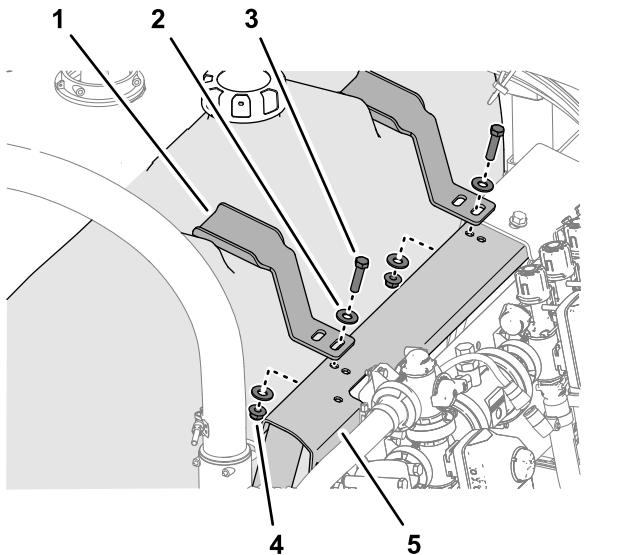

Figura 16
1. Alinee la pletina de sujeción con los limitadores moldeados en la parte superior del depósito de enjuague (Figura 16)
2. Alinee la ranura de la pletina de sujeción con el orificio del soporte de la válvula (**Figura 16**).
3. Monte provisionalmente la pletina de sujeción en el soporte de la válvula (**Figura 16**) con un perno (3/8" x 1 1/2"), 2 arandelas (3/8") y una contratuerca con arandela prensada (3/8") que retiró en Retirada del depósito de enjuague \(página 6\).
4. Repita los pasos 1 a 3 con la otra pletina de sujeción en el otro hueco del depósito de enjuague (**Figura 16**).